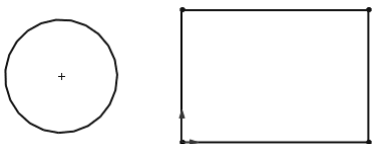

图 3-81 草图
- [1] 打开初始文件“Z3L8.prt”，编辑草图，草图如图 3-81 所示。